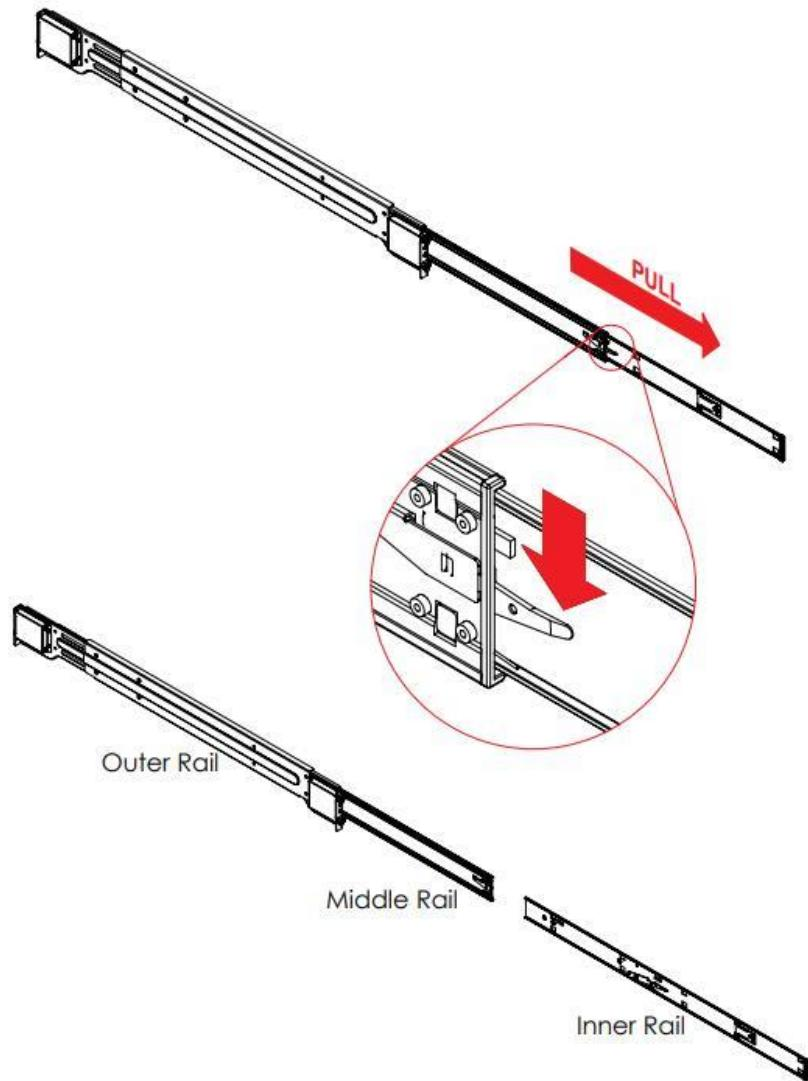

Рисунок 149. Освобождение внутреннего
1. Подготовьте к установке телескопические рельсы, для чего извлеките внутренние рельсы из конструкции, с целью их дальнейшего монтажа на корпус модуля. Для этого освободите стопор, фиксирующий внутренний рельс в пакете и извлеките его из канала среднего рельса (см. Рисунок 149).